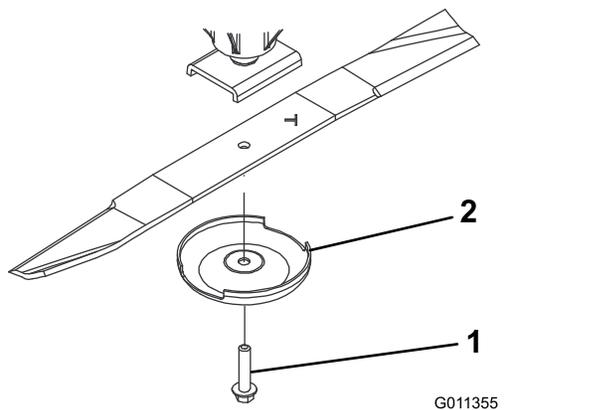

Figura 59
2. Sujete el extremo de la cuchilla usando un paño o un guante grueso. Retire del eje de la cuchilla el perno de la cuchilla, el protector de césped y la cuchilla (Figura 59).
3. Instale la cuchilla, con la vela hacia la carcasa de corte, con el protector de césped y el perno de la cuchilla (Figura 59). Apriete el perno de la cuchilla a 115-149 N·m.